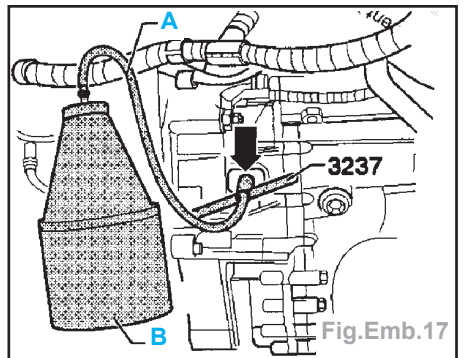

Fig.Emb.17
- Raccorder le flexible de pression (C) sur le réservoir de liquide de frein.
- Enfoncer le flexible de purge (A) sur la soupape de purge (D) dans le compartiment moteur et ouvrir la soupape de purge.
- Une fois l'opération de purge terminée, brancher le flexible de purge (A) sur la soupape de purge (flèche) sous la boîte de vitesses et ouvrir la soupape de purge (Fig.Emb.17).